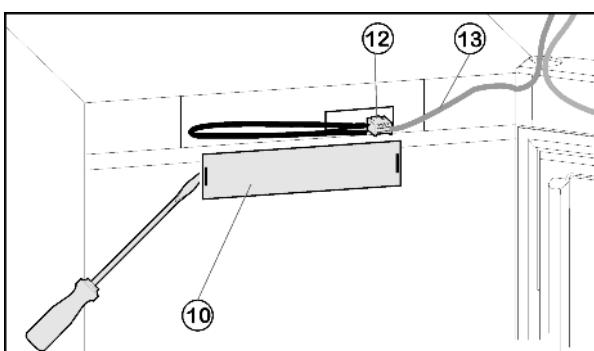

Fig. 8
- Снимите переднюю накладку Fig. 8 (10) с помощью плоской отвертки.
- Снимите контакт и извлеките разъём Fig. 8 (12).
- Высвободите из направляющей серый кабель Fig. 8 (13).